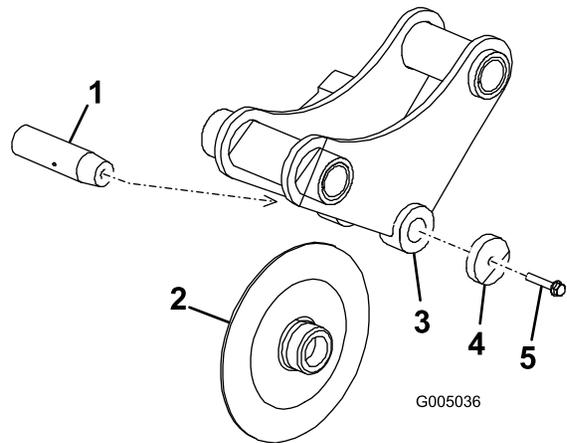

图 16
3. 退回犁刀销螺丝大约 1.3cm然后用锤子敲击几次以松开销钉图 16。
4. 完全拆下犁刀销螺丝、垫圈、犁刀和犁刀销图 16。
5. 将新犁刀放入犁刀支架图 16。
6. 将犁刀销穿过支架和犁刀并用犁刀销螺丝和垫圈进行固定图 16。